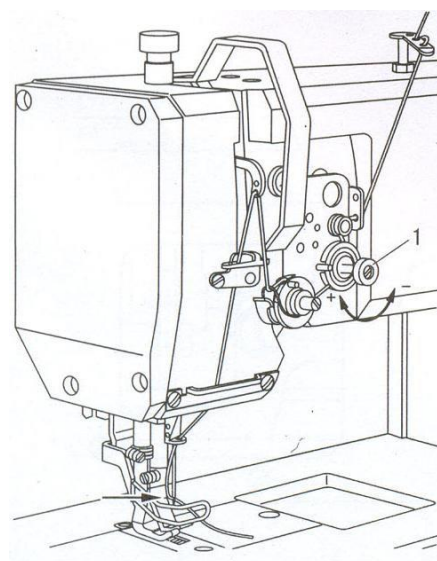

Рис. 5
## 7. Заправка игольной нити/регулировка натяжения игольной нити (Рис. 5)
1. Заправьте нить, как показано на Рис. 5;
- Пропустите нить через ушко иглы с левой стороны (Рис. 5, стрелка)